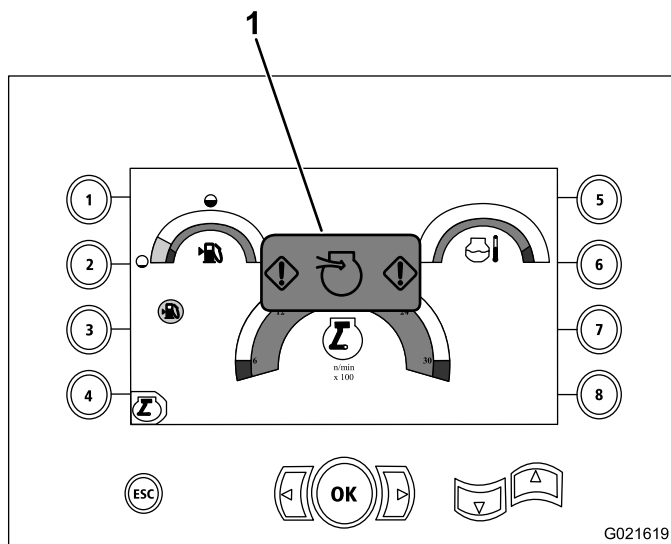

Figure 113
2. Vérifiez le témoin de colmatage du filtre à air sur l'affichage, comme montré à la Figure 113.